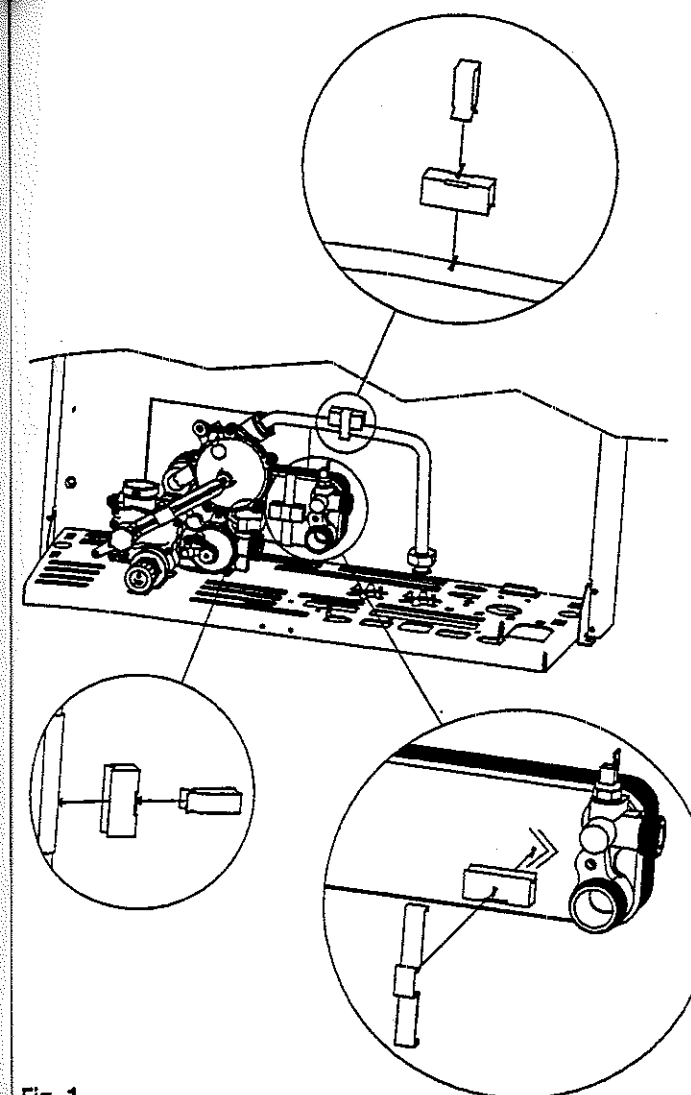

Fig. 1
- 3 Montare le resistenze nelle rispettive posizioni (vedi figure 1 e 2).